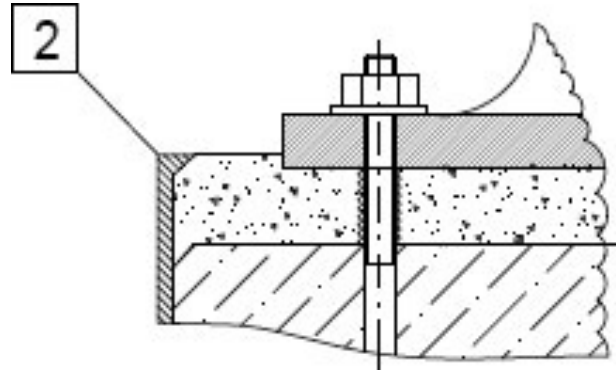

Рис. 9. Создание фаски на фундаменте и составе
3.3.8 В случае необходимости формирования плеча из эпоксидного состава, превышающего соотношение плеча подливки – толщины 1:1, во избежание коробления провести одно или несколько следующих мероприятий (Рис. 9–11а).